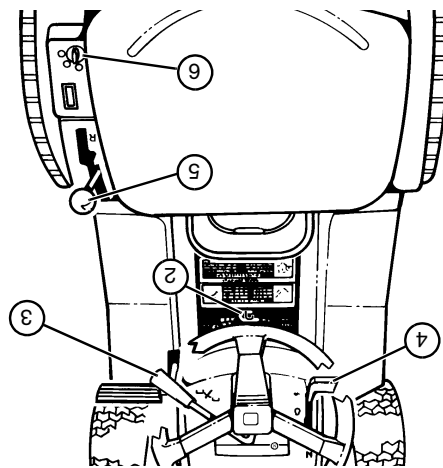

FIGURA 15
- Posizionare la leva del cambio (5) nella posizione di folle (N) (vedere FIGURA 15).
- Spostare la leva della presa di forza (3) all'indietro in posizione di spegnimento.
- Bloccare il freno di parcheggio (2).
- Spostare la leva dell'acceleratore (4) all'indietro su una posizione di bassa accelerazione. Fare girare il motore ad un'accelerazione inferiore per pochi secondi.
- Girare la chiave di accensione (6) su SPEGNIMENTO.
• Posizionare la leva del cambio (5) nella posizione
di folle (N) (vedere FIGURA 15).
• Spostare la leva della presa di forza (3) all'indietro
- Spingere e tenere premuto il pedale (1) fino in fondo (vedere figura 15).
- Spostare in avanti la leva del freno di parcheggio (2), quindi a sinistra sulla posizione di blocco.
- Spingere e tenere premuto il pedale (1) fino in fondo.
- Spostare la leva del freno di parcheggio (2) a destra quindi all'indietro.